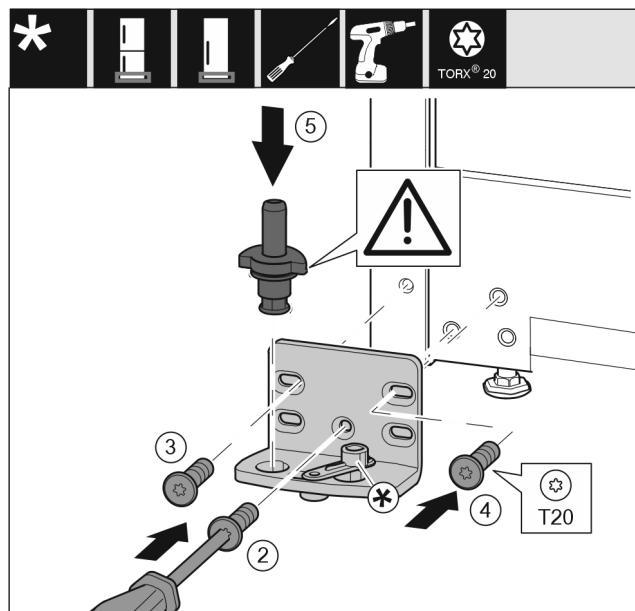

Fig. 16
- Ložiskovú konzolu nasadťte na druhú stranu a priskrutkujte ju pomocou skrutkovača T20. Začnite skrutkou 2 dole v strede. Fig. 16 (2)
- Pevne zaskrutkujte skrutku 3 a 4. Fig. 16 (3,4)
- Ložiskový čap úplne nasadťte. Dbajte pritom na to, aby zaistovací doraz ukazoval smerom dozadu. Fig. 16 (5)